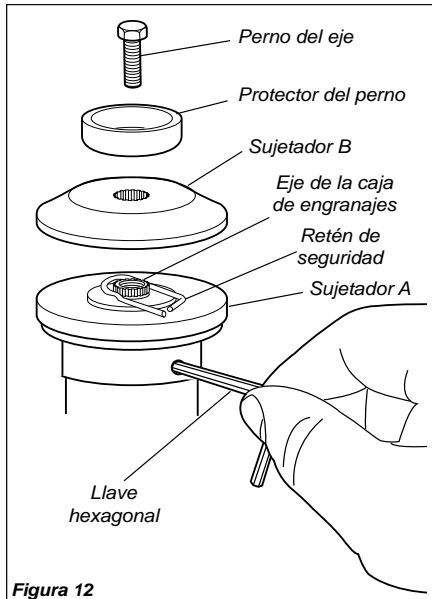

Figura 12
1. Alíne la muesca en el Soporte A con la muesca correspondiente en el borde de la caja de engranajes y luego asegure temporalmente el eje de salida insertando la llave hexagonal a través de ambas muescas. Consulte la figura 12.